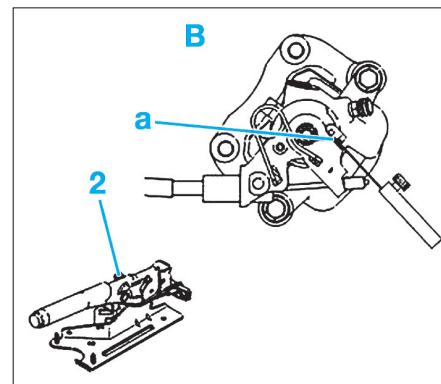

Fig. 20
- A l'aide d'un jeu de cales, mesurer le décalage en "a" (Fig.20); celui-ci doit être inférieur ou égal à 1.0 mm.
- Régler l'ajustement à l'aide de l'écrou (2).